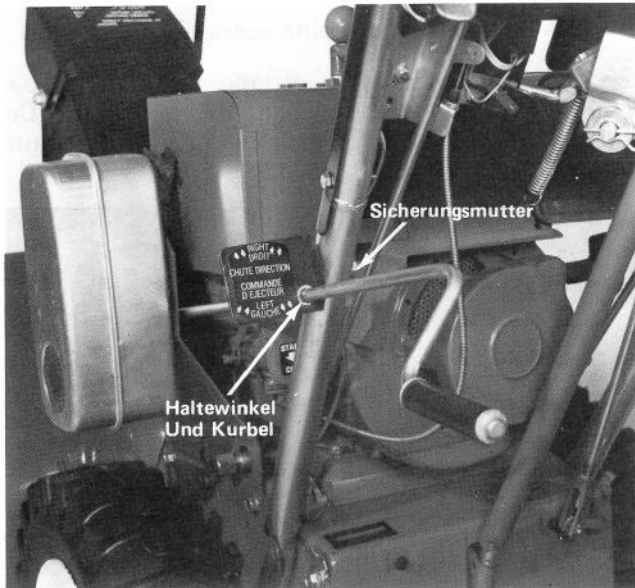
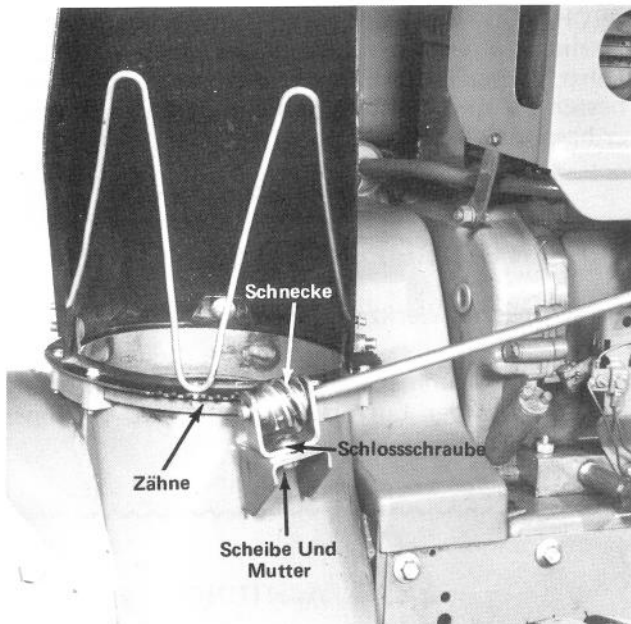

Abb. 9
Abb. 10
4. Den Haltewinkel mit der Auswurfverstellkurbel mittels Sechskantschraube und Sicherungsmutter links am Holm befestigen (Abb. 9), die Mutter aber noch nicht festziehen.
5. Die Schnecke mit Lagerfett Nr. 2 schmieren (Abb. 10). Dann die Lagerung mit der Schnecke mittels Schlossschraube, Sicherungsscheibe und Konusmutter auf der Winkelkonsole befestigen (Abb. 10), die Mutter aber noch nicht festziehen.
6. Die Schnecke fest in die Verzahnung des Aufnahmebranzes hineindrücken und dann die Sicherungsmutter festziehen (Abb. 10). Jetzt auch die Sicherungsmutter zur Befestigung des Haltewinkels der Auswurfverstellkurbel am Holm festziehen (Abb. 9).